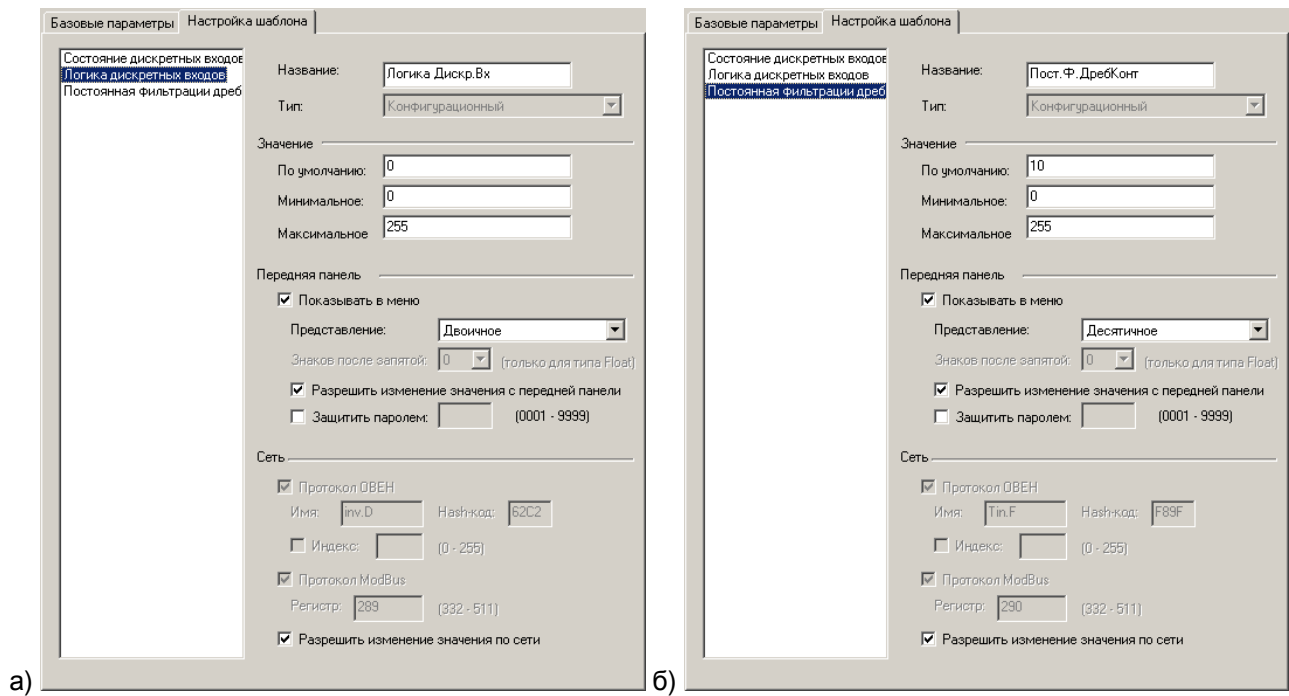

Рисунок 7.13 – Настройка параметров «Логика дискретных входов» (а) и «Постоянная фильтрации дребезга контактов» (б)
- «Логика дискретных входов» («Логика Дискр. Вх») – диапазон значений от 0 до 255, значение по умолчанию 0. Параметр задает логику инвертирования дискретных сигналов. По умолчанию в параметре задано значение «0», соответствующее в битовом формате «00000000» (см. рисунок 7.13, а). Для изменения логики необходимо выставить «1» в разряде, соответствующему номеру дискретного входа, где замыкание сухого контакта должно восприни-
- «Постоянная фильтрации дребезга» – задает период опроса состояния одного дискретного входа, задается в единицах миллисекунд (1 ед. = 1 мс); диапазон значений от 0 до 255, значение по умолчанию 10 (см. рисунок 7.13, б).